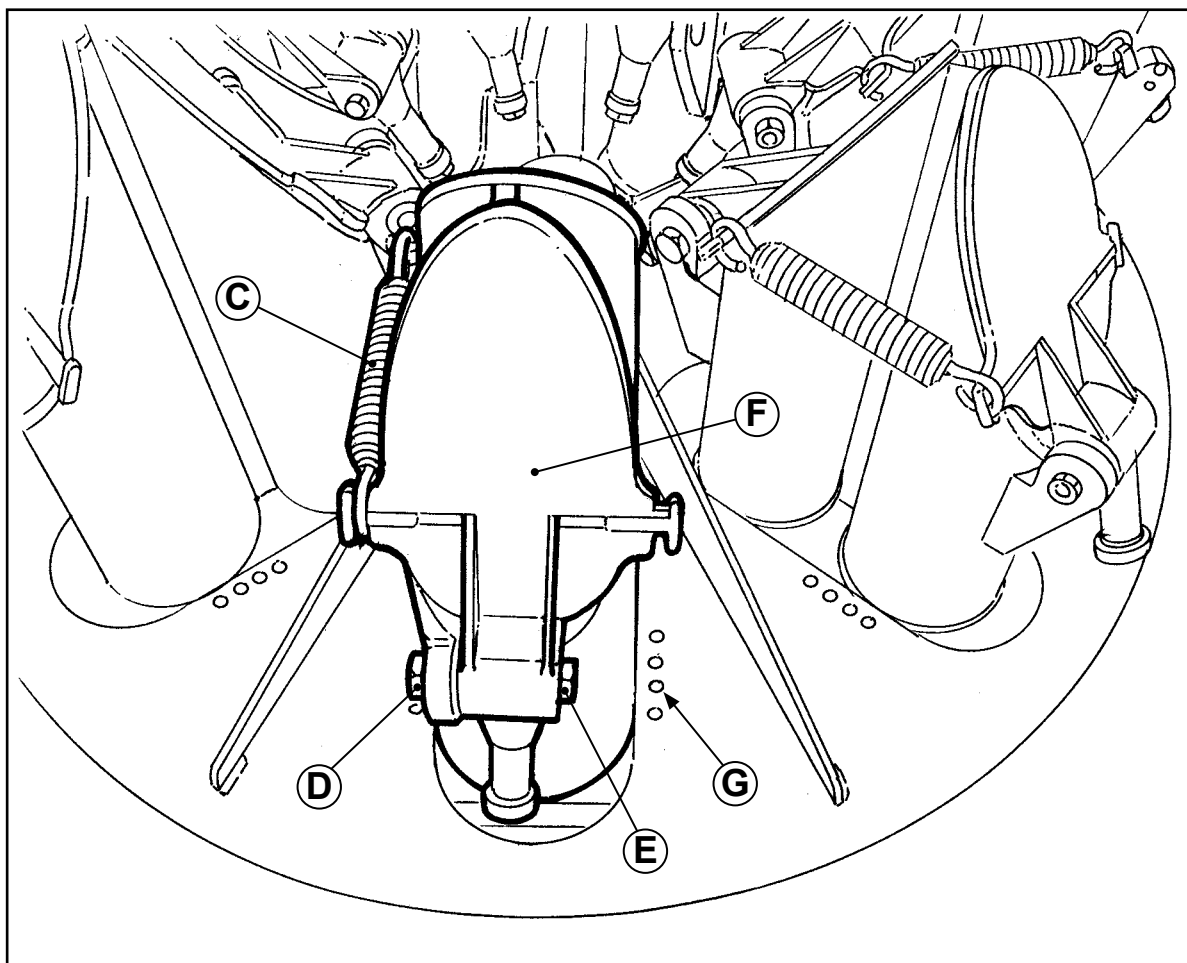

Fig. 1
- 1) Quite el tornillo central del distribuidor (A).
- 2) Extraiga verticalmente el distribuidor de plantas (B) con la ayuda de una segunda persona.
- 3) Dé vuelta el distribuidor (Fig. 1).
- 4) Desenganche el resorte (C) del vaso en cuestión.
- 5) Desenrosque la contratuerca (D).
- 6) Desenrosque el tornillo (E) luego quite la paleta (F).
- 1) Togliere la vite centrale del distributore (C).
- 2) Sfilare verticalmente il distributore piante (D) con l'aiuto di una seconda persona e togliere il carter di protezione (D1).
- 3) Togliere i comandi apertura bchiere (E) e (F), togliendo le due viti (G) e la vite (H).
- 4) Togliere il carter (I). A questo punto controllare l'integrità della coppia conica (Fig. 1) che non presenti danni sui denti, eventualmente:
- 5) Togliere il dado (A).
- 6) Togliere le quattro viti (L).
- 7) Agire sull'esagono (B) svitandolo completamente fino a permettere l'uscita dell'albero (M).